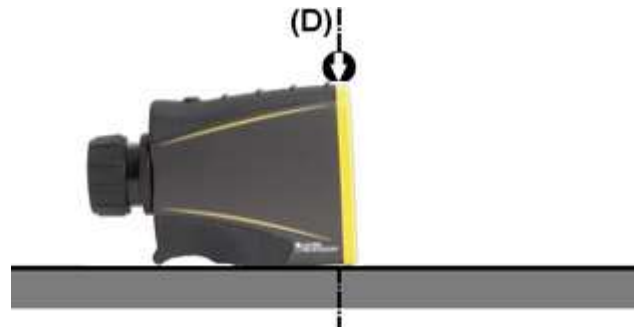

Figura 1
- 4 Colocar el telémetro láser en una superficie plana y horizontal (verificar la posición con un nivel de burbuja) y mantener con el dedo la parte delantera del aparato indicada por la flecha, como ilustrado en la figura 1. Mantener el dedo en posición para que el telémetro láser no se mueva hasta el final de la etapa 7.